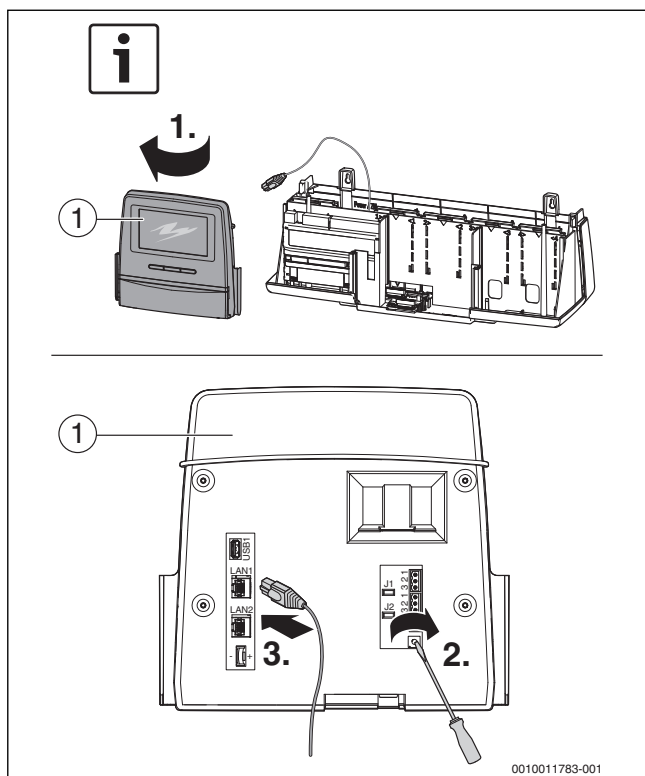

Рис. 35 Установка адреса системы управления
- ▶ Установите адрес системы управления (2, рис. 35)